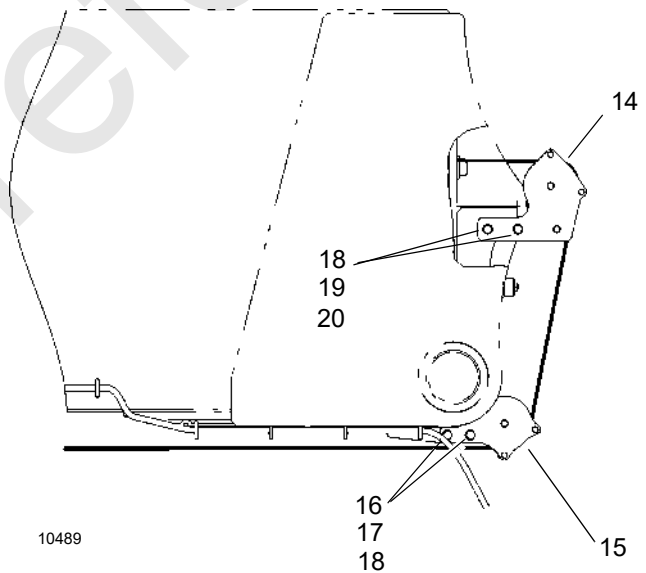

FIGURA 4-2
El carrete de cable de RCL (1, Figura 4-2) se encuentra en el lado izquierdo de la pluma. El cable del carrete (2) conecta el carrete al interruptor de prevención del contacto entre blo-
8. Retire la polea de cambio superior (14, Figura 4-2) en la parte trasera de la pluma.
9. Retire la polea de cambio trasera inferior (15) de la parte trasera de la pluma.
10. Retire la polea de cambio frontal (5).
11. Desconecte el cable del bus CAN (3) del carrete de cable.
12. Quite las abrazaderas (6) que fijan el cable del bus CAN a la escuadra del carrete (7).
13. Retire los pernos (8), las arandelas (9) y el conjunto de carrete de cable de RCL (1).
1. Instale el carrete de cable de RCL (1, Figura 4-2) en la pluma usando los pernos (8) y las arandelas (9).
2. Conecte el conector de bus CAN de RCL (3) en el conjunto de carrete de cable (1).
3. Asegure el cable del bus CAN de RCL en la escuadra de carrete con abrazaderas (6), pernos (10) y arandelas (11).
4. Instale la polea de cambio frontal (5) usando arandelas (12), arandelas de seguridad (13) y pernos (4).
5. Instale la polea de cambio trasera inferior (15) en la parte trasera de la pluma usando pernos (16), arandelas de seguridad (17) y tuercas (18).
6. Instale la polea de cambio trasera superior (14) en la parte trasera de la pluma usando arandelas (19), pernos (20) y tuercas (18).
7. Enhebre el cable del carrete a través de las poleas (5, 14 y 15) y el rodillo (4) hacia la parte trasera de la pluma.